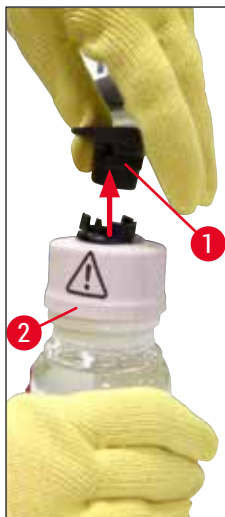

Fig. 57
5. Ta en ny festemiddelflaske (→ Fig. 57) ut av emballasjen og fjern den svarte plasthetten (→ Fig. 57-1).